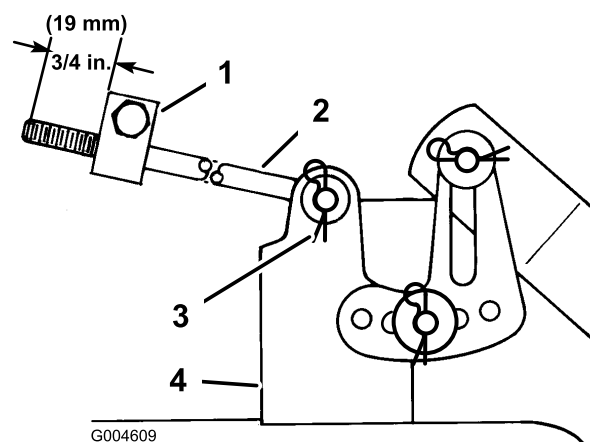

Bild 47
11. Mål længden på den stang, der stikker ud fra forenden af justeringsblokken på siderne af chassiset (Bild 47). Hvis stangens længde ikke er 19 mm, skal låseclipsen og skiven fjernes fra enden af stangen (Bild 47), og stangen drejes, indtil længden er 19 mm.